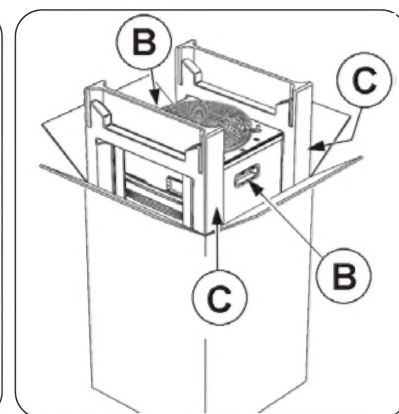

図 3
2) 本体側面に付いている取手を掴んで、中に入っている物を倒さないようにしながら垂直に取り出します (図 3 の B)。
3) 梱包用の発泡スチロールを取り除きます (図 3 の C)。